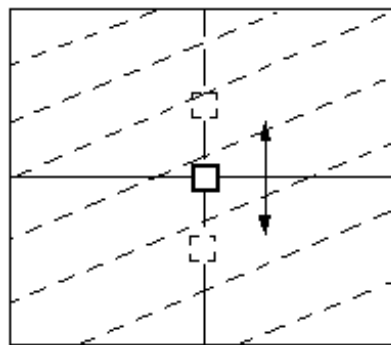

图 5：粗调水平相位调整
- e、粗调水平方向相位调整，见图 5：将光标上下移动到屏幕垂直中心位置。